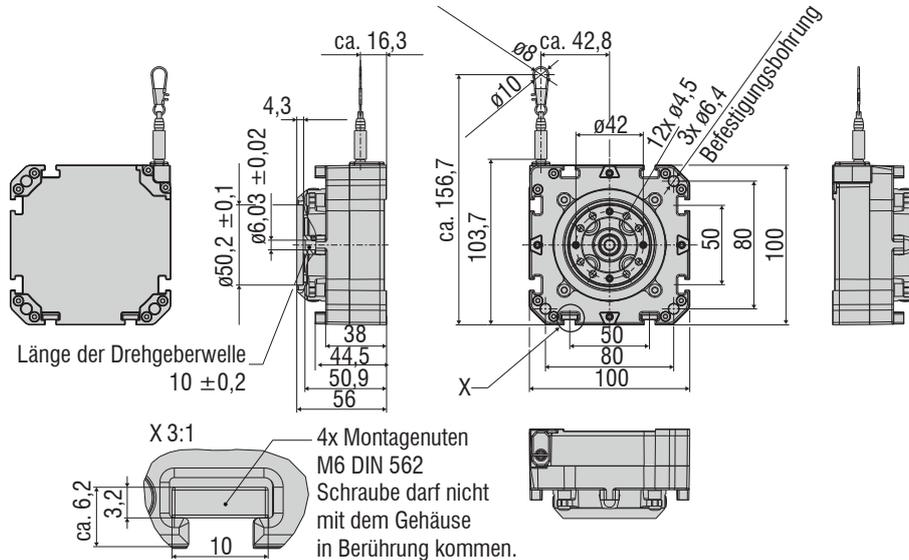

Abb. 2 Maßzeichnung WPS-1500-K100-M, Maßzeichnung WPS-2500-K100-M, Abmessungen in mm
- ➡ Montieren Sie den Sensor entweder mit M6 Schrauben (Durchgangsbohrung) oder mit Nutensteinen (Montagenuten) gemäß den Angaben folgender Tabelle und gemäß folgender Abbildungen, siehe Abb. 2, siehe Abb. 3.